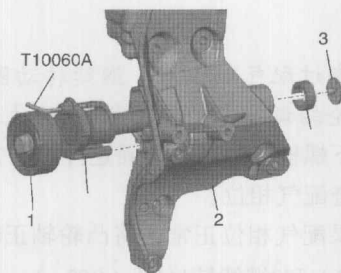
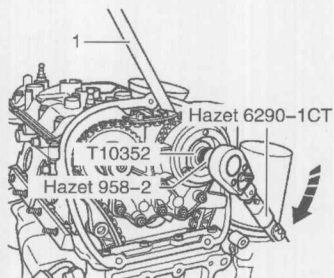

图1-3-2 拆凸轮轴调节阀
图1-3-3 固定进气凸轮轴
④旋出螺栓3，并将多楔带的张紧装置1从辅助机组支架2中取下，拆卸凸轮轴调节阀1 N205，如图1-3-2所示。
⑤拆卸正时链上部盖板。
⑥用一把18in的扳手1固定进气凸轮轴，用拆卸工具T10352、转换接头Hazet9582和扭力扳手Hazet 62901CT沿图1-3-3所示箭头方向拆下控制阀。